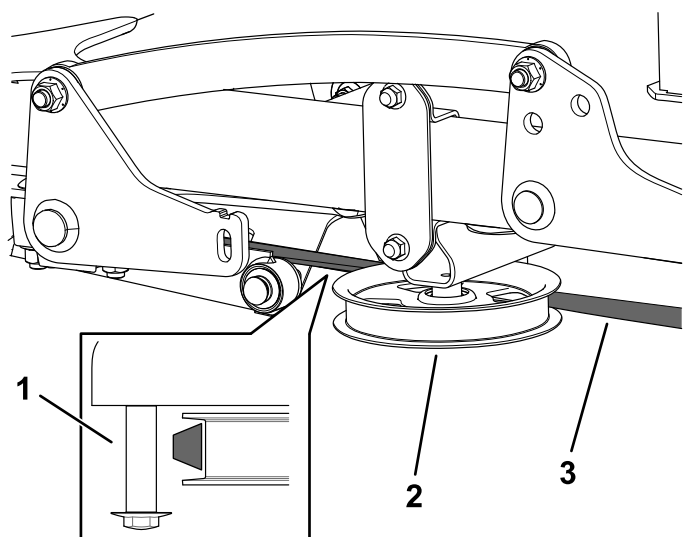

Figure 7
4. Acheminez la courroie vers la poulie de tension (Figure 7).
Important: Vérifiez que le côté large de la courroie touche la poulie comme montré à la Figure 7. Servez-vous du boulon à épaulement comme guide pour la courroie.